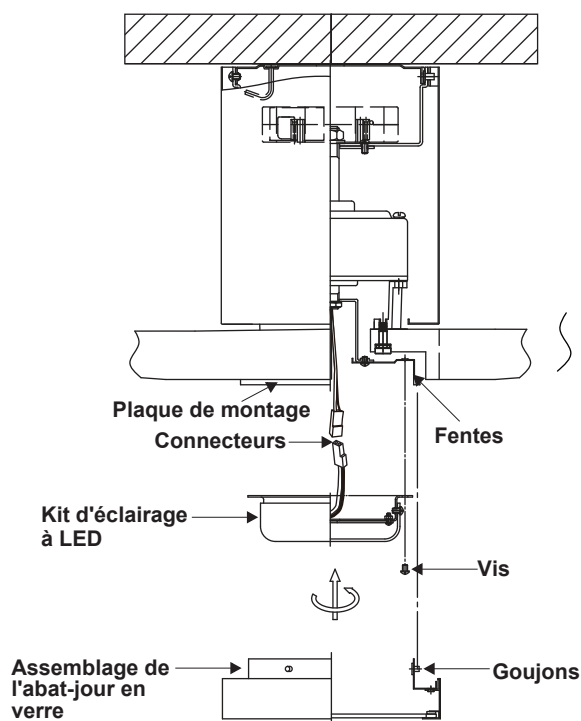

Figure 12
2. Soulevez et maintenez le kit d'éclairage à LED près de la plaque de montage et procédez au raccordement des fils. Effectuez les connexions des fils à 2 broches : (Fig. 12)
3. Placez les trous de serrure du kit d'éclairage sur les 2 vis précédemment desserrées de la plaque de montage, tournez le kit d'éclairage jusqu'à ce qu'il se verrouille en place sur la section étroite des trous de serrure. Fixez en serrant les 2 vis précédemment desserrées et celle qui a été précédemment retirée. (Fig. 12)